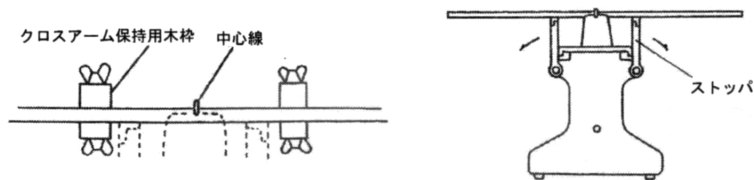

図2 組み立て方
- まず、架台のストップ（図2、3参照）を上にはね上げておきます。